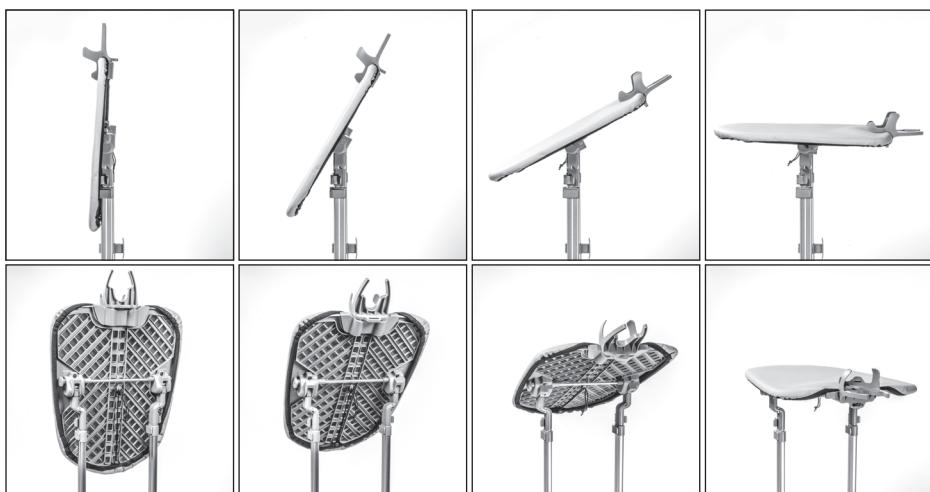

Рис. 7
7.2.1 Гладильная доска имеет механизм наклона и может быть установлена под углом 30°, 60°, 90° и 0°(рис. 7).